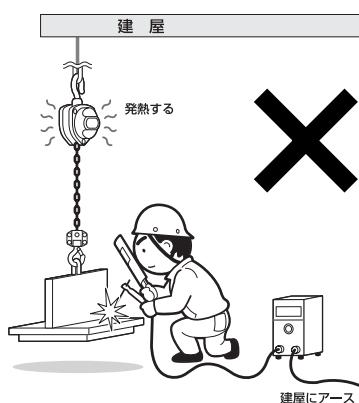

図9
- (22) 宙づりした荷を電気溶接しないでください。図9
- (23) チェーンブロックに溶接機のアースを接続しないでください。
- (24) ロードチェーンに溶接用電極を絶対に接触させないでください。
- (25) チェーンブロックに溶接等による火花を付着させないでください。
- (26) 本体やトロリをレールのストップや構造物に衝突させないでください。
- (27) ロードチェーン、手鎖、つり荷を他の構造物などに引っ掛け操作・移動させないでください。
- (28) わずかな高さ・段差でも荷がガタンと落下するような衝撃荷重操作は絶対にしないでください。